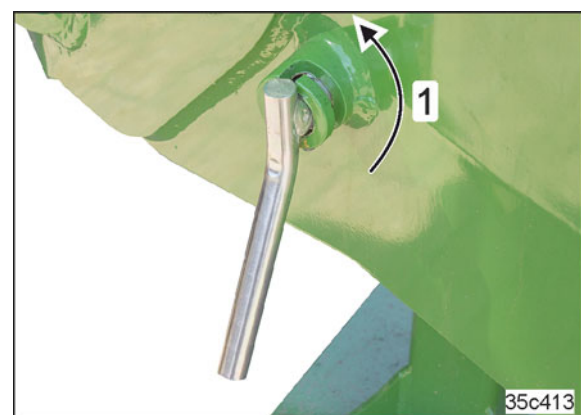

Bild 139
- 5.1 Vid den säkrade bulten (Bild 139/1) 180° tills spännhylsan (se Bild 141/1) blir fri.
8. Säkra bulten (se Bild 139) genom att vrida den